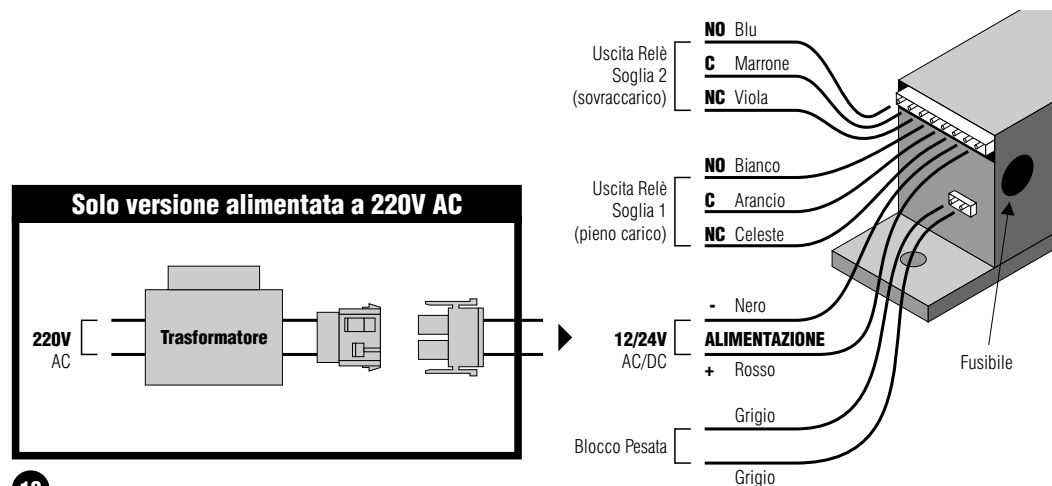

Fig. 8
- Controllare che la sorgente di alimentazione corrisponda alle caratteristiche sopraindicate. Collegare quindi i cavi di alimentazione al "CONNETTORE PRINCIPALE" senza per ora inserire questo connettore nella presa del LLEC5 (Fig. 8).